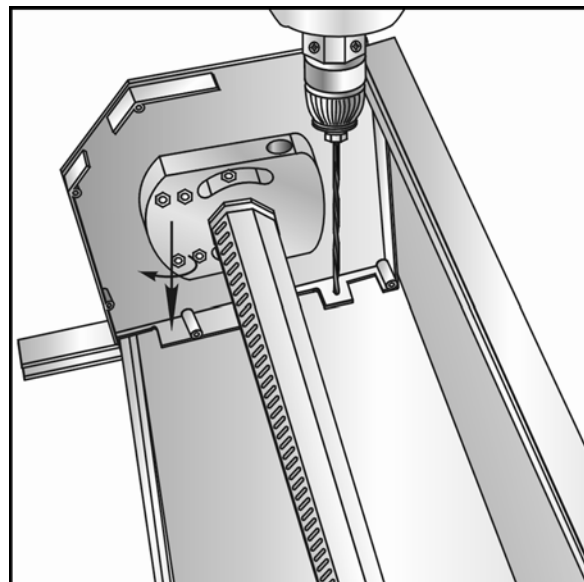
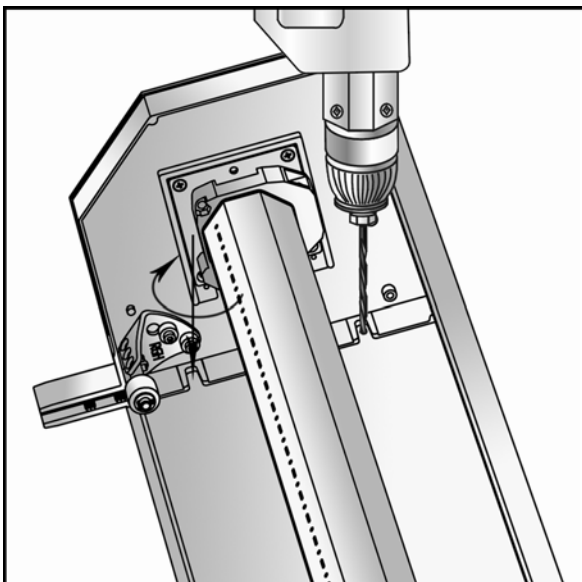

Рис. 2.8
Рис. 2.9
- при накладном монтаже сверлить по два отверстия в задней отбортовке каждой крышки (рис. 2.8). При наличии в задней стенке крышки отверстий для монтажа предпочтительно использовать их для крепления (рис. 2.9);